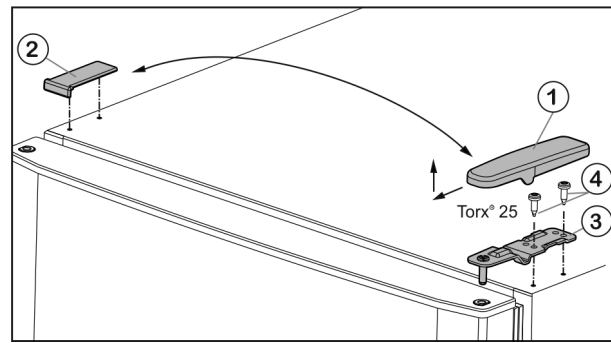

Fig. 4
- ▶ Αφαιρέστε το κάλυμμα Fig. 4 (1) προς τα εμπρός και επάνω.
- ▶ Τραβήξτε προς τα επάνω το κάλυμμα Fig. 4 (2).
- ▶ Ξεβιδώστε το πάνω στήριγμα Fig. 4 (3)(2 βίδες Torx® 25) Fig. 4 (4) και τραβήξτε το προς τα επάνω.
- ▶ Τοποθετήστε το επάνω στήριγμα Fig. 4 (3) στη νέα πλευρά μεντεσέ της πόρτας.
- ▶ Βιδώστε το επάνω στήριγμα **και συσφίξτε (με 4 Nm)** (2 βίδες Torx® 25) Fig. 4 (4). Τρυπήστε ενδεχομένως λίγο τις οπές για τις βίδες ή χρησιμοποιήστε επαναφορτιζόμενο κατσαβίδι.
- ▶ Τοποθετήστε το κάλυμμα Fig. 4 (1) στην απέναντι πλευρά από έξω και κουμπώστε το.
- ▶ Τοποθετήστε το κάλυμμα Fig. 4 (2) στην απέναντι πλευρά από έξω και κουμπώστε το.